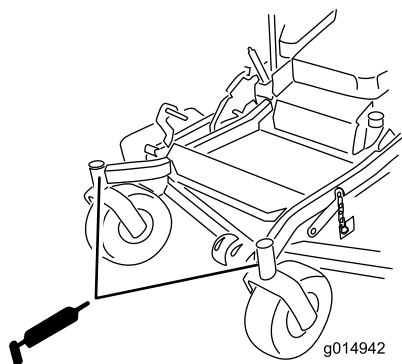

Figura 36
7. Togliete l'ingrassatore Zerk dal foro. Montate il tappo esagonale e lo scodellino parapolvere (Figura 36).